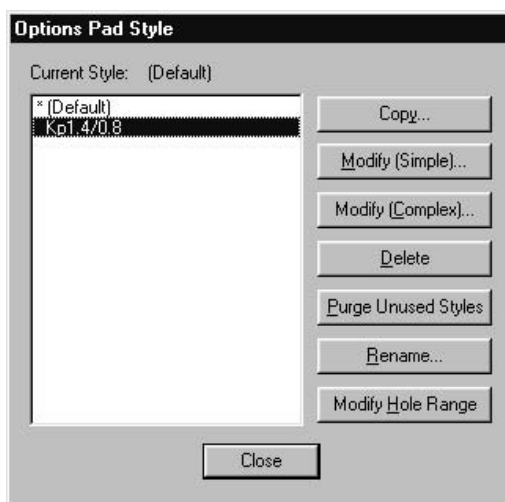

Рис.3.8.1
- Выполнить команды **Options/Pad Style**. В открывшемся диалоговом окне **Options Pad Style** в списке **Current Style** имеется лишь один тип Default. Для формирования своих собственных типов нажать кнопку **Copy**. В открывшемся диалоговом окне **Copy Pad Style** в поле **Pad Name** набрать название нового типа Kp1.4/0.8 и нажать кнопку ОК (рис.3.8.1).